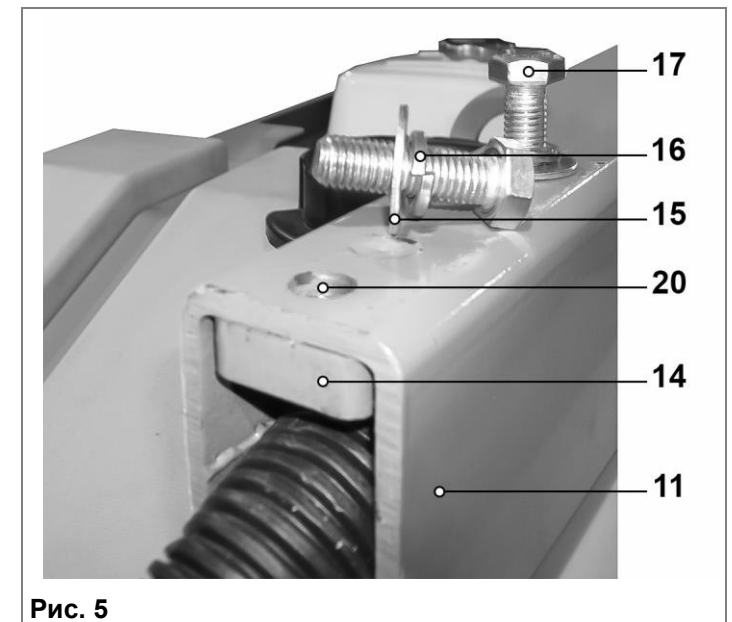

Рис. 5
7.1.1. На рукоятке управления (11), расположенного сверху катка, выкрутите из резьбовых отверстий пластин (14) и отверстий (20) детали крепления: шайбы (15), шайбы пружинные (16), болты (17) (Рис. 5).
7.1.3. Установите в совмещенные отверстия (18, 20) детали крепления (15-17), не перекручивайте гофрированную трубку (23). Положение зафиксируйте деталями крепления (15-17) с пластинами (14) рукоятки управления (11) (Рис. 5, 6, 7).